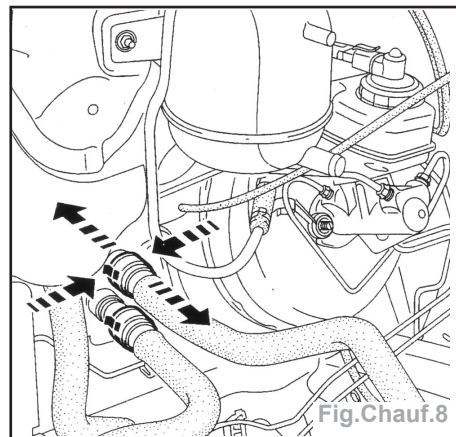

Fig.Chauf.8
- Placer un pince durit et débrancher les colliers rapides des durit de chauffage (Fig.Chauf.8).